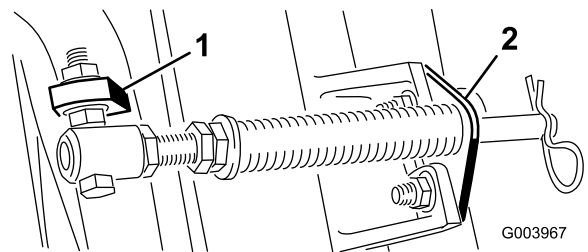

**Figura 5**
A. Togliete i due bulloni a testa tonda e i dadi che fissano la staffa dell'asta alle alette degli elementi di taglio (Figura 5).
B. Togliete il dado flangiato che fissa il bullone del tubo della molla all'aletta del telaio portante (Figura 5). Staccate il gruppo.